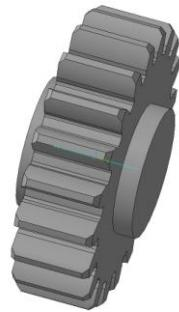

Рис.7
34. С помощью команды **Приклейте выдавливанием** выдавите полученный эскиз на расстояние равное $1,5*d_{в}$ (это длина ступицы) при включенной опции **Средняя плоскость**. Результат операции приведен на рис. 7.